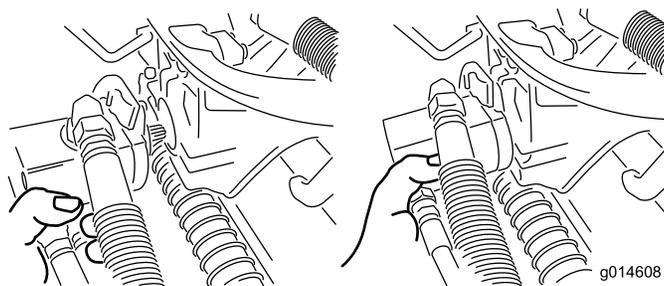

Figure 34
3. Amenez le moteur à la position de rangement sur l'avant du bras de suspension (Figure 34).